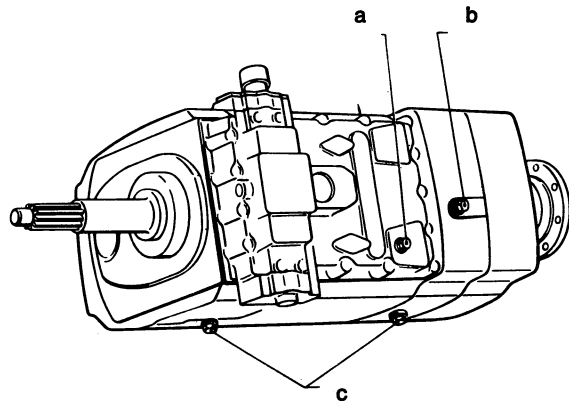

Fig. 9
- Vullen via vulopening (b) tot de olie uit de niveauplug (a) loopt (fig. 9).
- Si cela s'avère nécessaire remplir par l'orifice (b) jusqu'à ce que l'huile déborde par l'ouverture du bouchon de niveau (a) (fig. 9).
- Remplissage par l'orifice (b) jusqu'à ce que l'huile sécoule par le bouchon de niveau (a) (fig. 9).